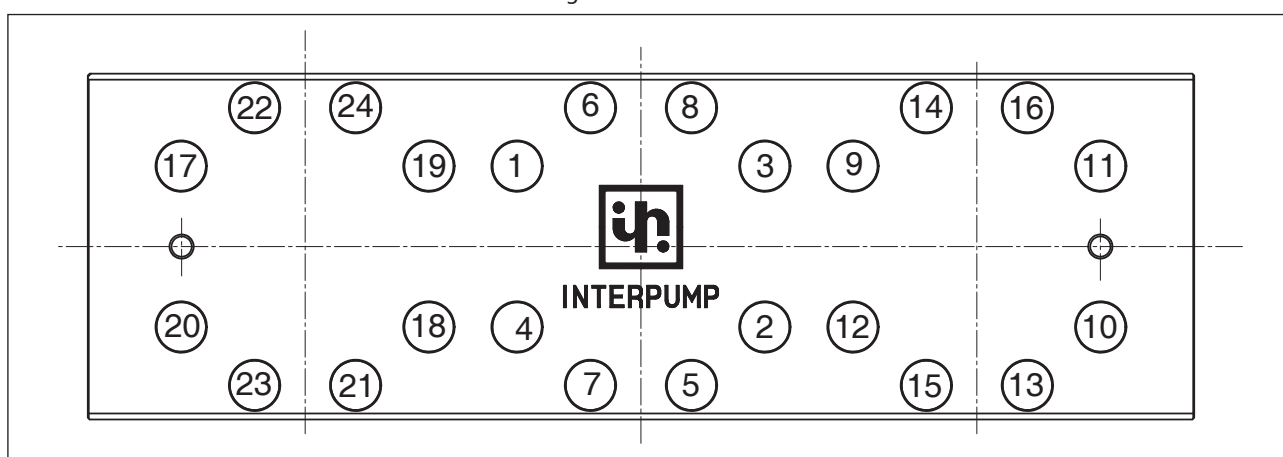

Fig. 197
**Serrer les 24 vis M16 comme indiqué sur le schéma Fig. 197.**